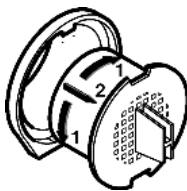

Fig. 5
- Tourner le filtre à charbon actif de 90° vers la droite ou vers la gauche Fig. 5 (1).
- Retirer Fig. 5 (2) le filtre à charbon actif.
- Tourner le nouveau filtre à charbon actif de 90° vers la droite ou vers la gauche Fig. 5 (1), jusqu'à ce qu'il encliquette.